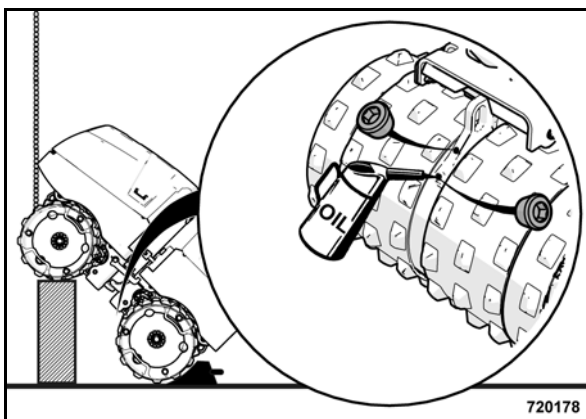

Рис. 108
- Залить на заднем обode через сливные отверстия масло (Рис. 108).